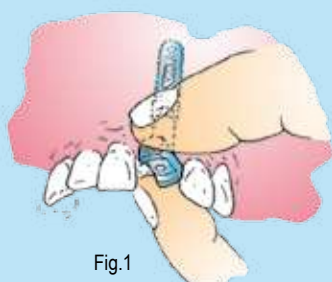

Fig.1
- Insérez le dispositif de centrage (A) à l'intérieur de l'implant et s'assurer que l'hexagone soit bien en connection et qui ne bouge pas. Tenir fermement le dispositif de centrage avec les doigts (Fig.1).